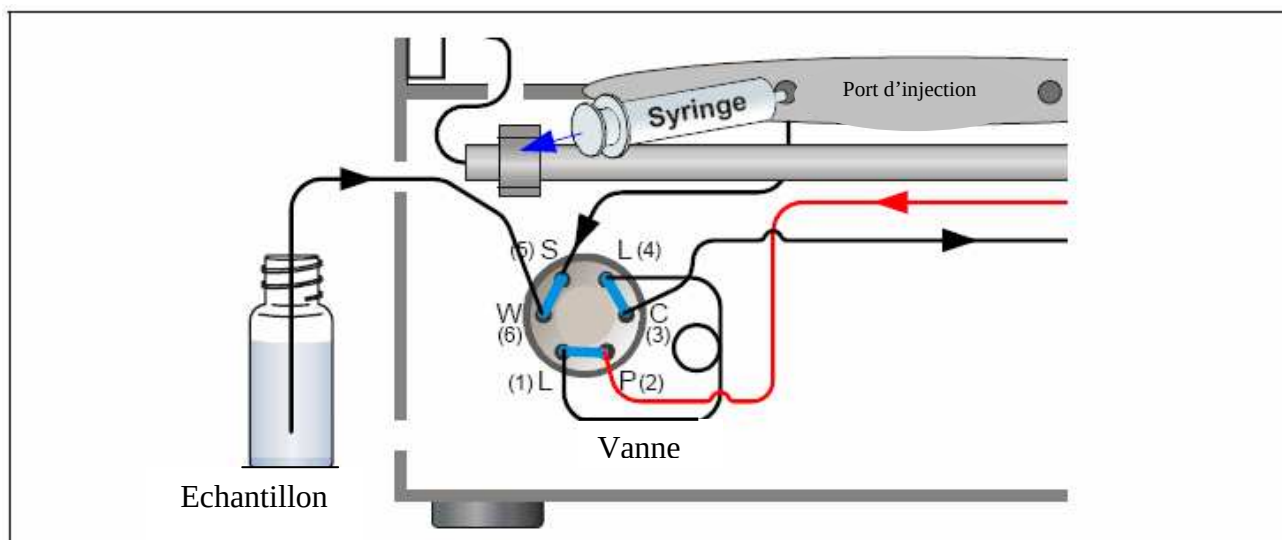

Figure 5.4. Chargement de l'échantillon avec une seringue d'aspiration (méthode par aspiration).
1. S'assurer que le port d'injection à l'avant du DC est bien connecté au port échantillon **S** (5) de la vanne d'injection (voir figure 5.4). Voir la section 5.2.1 pour les instructions de connexion si ce n'est pas le cas.
2. Déconnecter le tube de poubelle du port **W** (6) de la vanne d'injection (voir figure 5.4) et connecter à sa place un tube court : 25 à 30 cm de tube PEEK ou Teflon®.